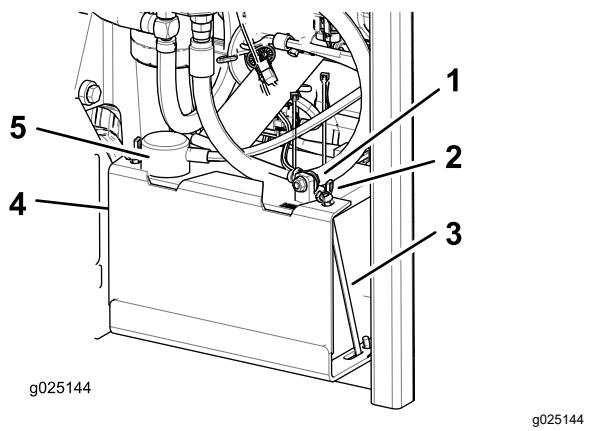

Figura 44
- Desconecte el cable negativo (negro) de la batería del borne negativo (-) de la batería (Figura 44).
- Retire la cubierta de goma roja del borne positivo (rojo) de la batería y retire el cable positivo (+) (Figura 44).
- Retire las tuercas de orejeta que sujetan los ganchos (Figura 44).
- Retire la abrazadera (Figura 44).
- Coloque la batería en la bandeja, con los bornes frente al depósito de aceite hidráulico (Figura 44).
- Fije los cables con 2 pernos, 2 arandelas, y 2 contratuerca (Figura 44).
- Instale la abrazadera y sujétela con las tuercas de orejeta y los ganchos (Figura 44).